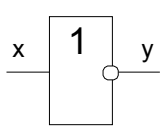

Рис. 153
1. Логическое отрицание (или инверсия). Записывается эта функция так: $y = \bar{x}$. Данная функция реализуется логическим элементом, который называется инвертором или же элементом НЕ (смотрите рис. 153).